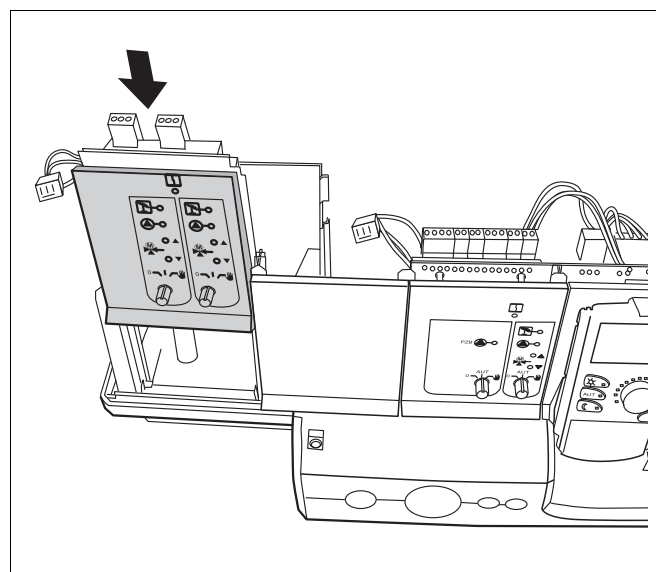

Рис. 5 Установка функционального модуля
- Вставьте функциональный модуль в слот (→ Рис. 5) до защелкивания.
- Вставьте новый модуль в тот же разъем (→ Рис. 5, стр. 7).